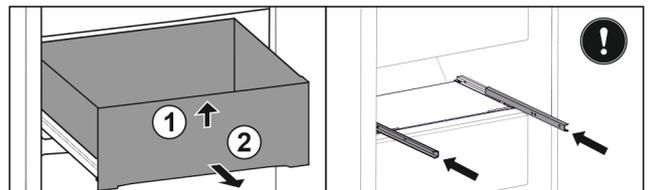

Fig. 36 *
- Sollevare il cassetto sul lato anteriore Fig. 36 (1)*
- Rimuovere tirando in avanti Fig. 36 (2)*